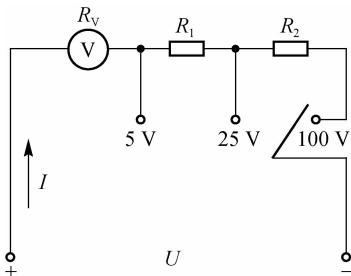

图 1-46 多量程电压表
**【例 1-16】** 电路如图 1-46 所示, 欲将量程  $U_V$  为 5 V、内阻  $R_V$  为  $10 \text{ k}\Omega$  的电压表改装成 5 V、25 V、100 V 多量程的电压表, 求所需串联电阻的阻值。